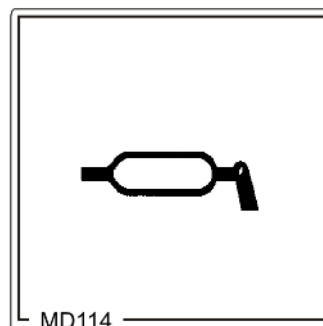

Рис. 100
7. Закройте крышку корпуса (Рис. 100/1).